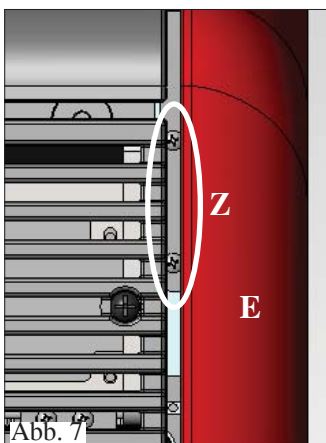
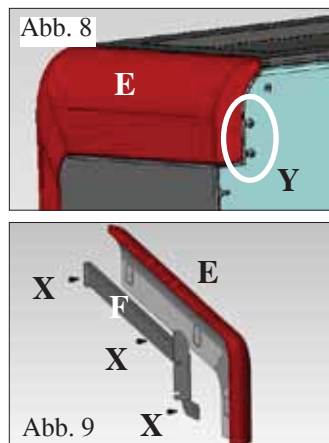

Abb. 7
Abb. 8
Vom Ofen die beiden Metallbügel zum Befestigen des Seitentops aus Keramik (F) abnehmen, hierzu die beiden vorderen Schrauben lockern (befinden sich im Inneren des oberen Gitters aus Gusseisen Z - Abb. 7) und die beiden hinteren Schrauben auf der Rückseite aus Blech (Y - Abb. 8).
Auf der Innenseite der seitlichen Tops aus Keramik (E) die Metallbügel (F) anbringen, indem diese mit Hilfe der M4 Schrauben (X) und der Unterlegscheiben Ø 4 befestigt werden (gehören zur Lieferung). Die seitlichen Tops aus Keramik (E - komplett mit Metallbügel F) in der gleichen Position der vorher abgestreiften Metallbügel anbringen und die Schrauben im Inneren des oberen Gusseisengitters anziehen (Z - Abb. 7), sowie die Schrauben auf der Rückseite aus Blech (Y - Abb. 8), die vorher gelockert wurden. Die vertikale Ausrichtung der seitlichen Tops aus Keramik (E) mit den Seitenteilen aus Keramik (C) überprüfen.